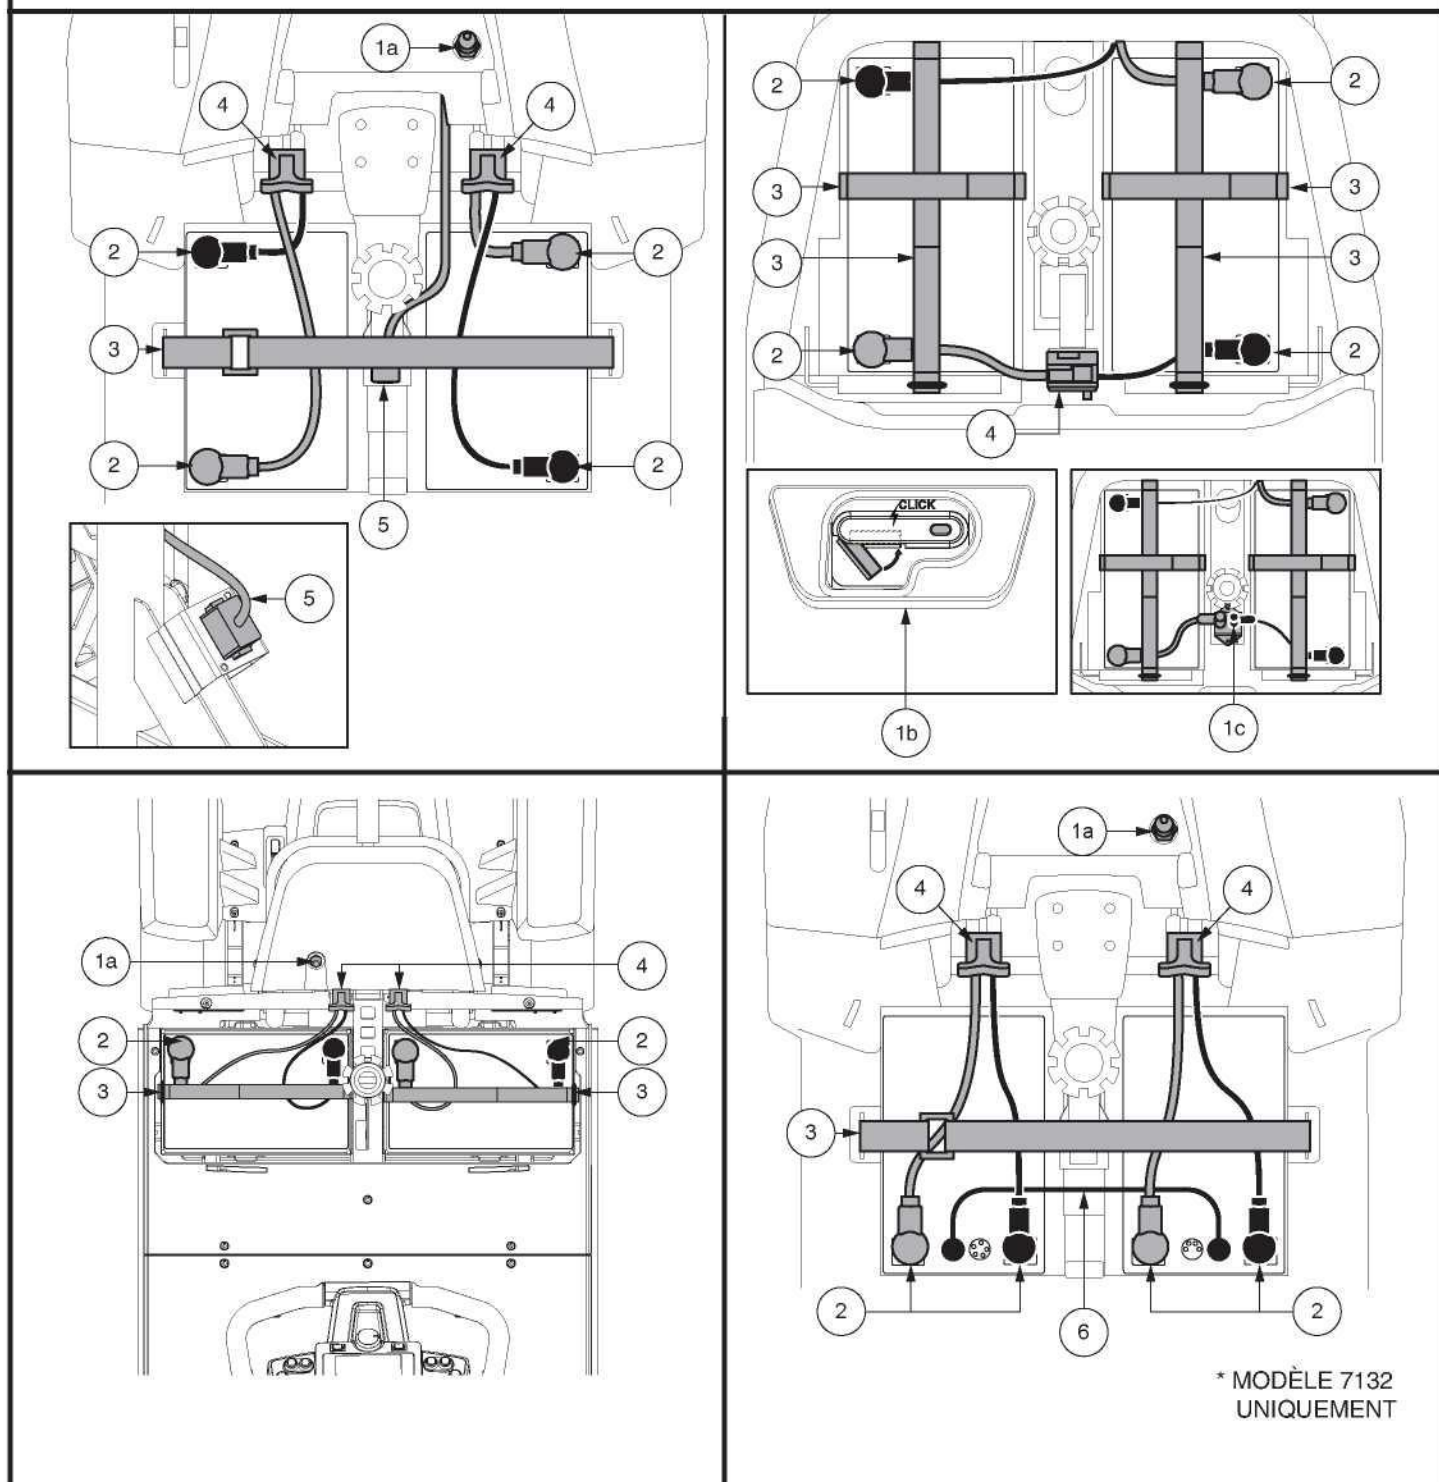

Figure 17. Enlèvement/installation des batteries et connexions
3. Pour toute les modèles SAUF 614 et 714, débrancher le faisceau d'avant en arrière. Débrancher les deux câbles de la batterie en retirant chaque faisceau de sa fiche de connexion. Voir la figure 17.
6. Placez une nouvelle batterie dans chaque puits en prenant soins d'alignez les bornes de la batteries droite près du mât de siège et les bornes de la batterie de gauche loin du mât avec les bornes positive (+) et négative (-) de la batterie positionnées comme indiqué sur la figure 17.